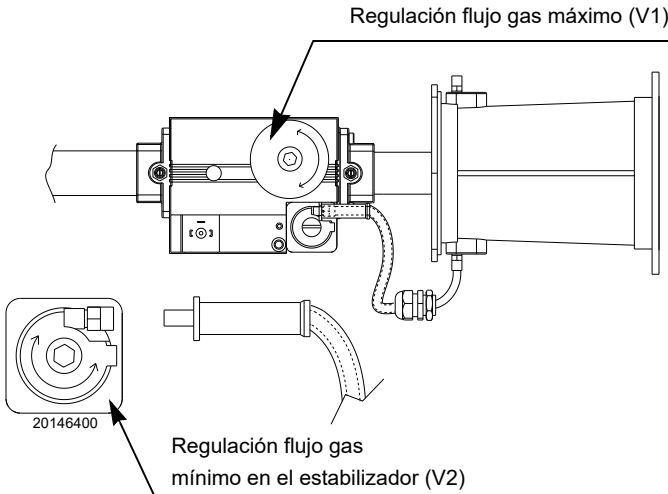

Fig. 31
- para aumentar el caudal de gas y el CO₂: girar el tornillo V1 hacia el signo “+” (Fig. 31);
- para reducir el caudal del gas y el CO₂: girar el tornillo V1 hacia el signo “-” (Fig. 31).
- para aumentar el caudal de gas y el CO₂: girar el tornillo V2 hacia el signo “+” (Fig. 31);
- para reducir el caudal del gas y el CO₂: girar el tornillo V2 hacia el signo “-” (Fig. 31).